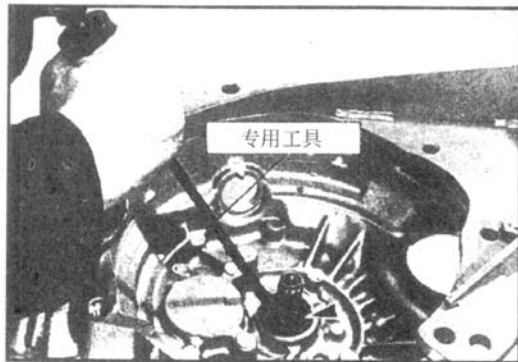

图 4-59 拆卸输入轴油封
(1) 拆下输入轴油封时，不必把变速器总成分解。
(2) 用专用工具，按图 4-59 箭头方向拆下输入油油封。